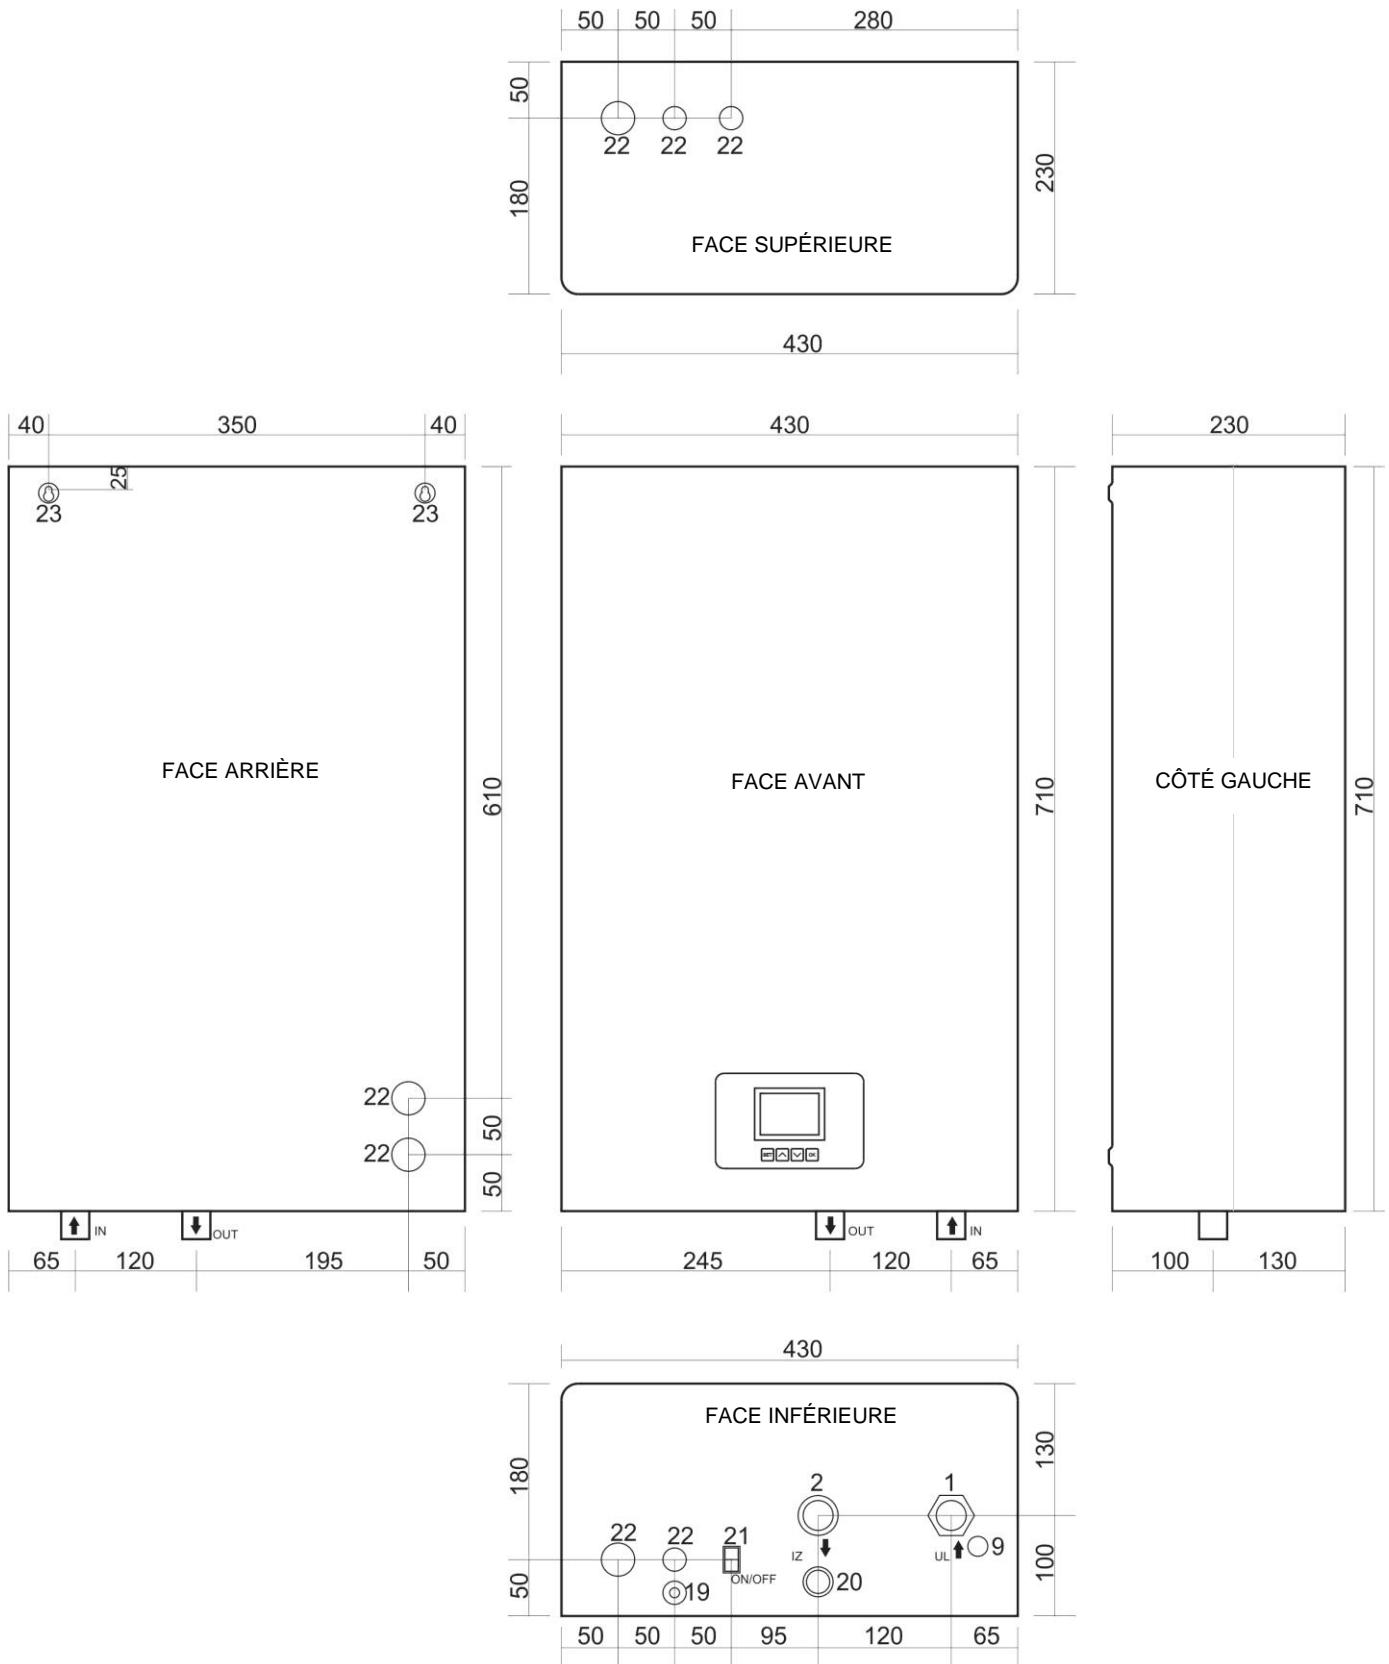

Figure 2: Dimensions et branchements
- ▶ Marquez la position des trous à percer pour le kit de montage en fonction des dimensions indiquées sur la figure 2.